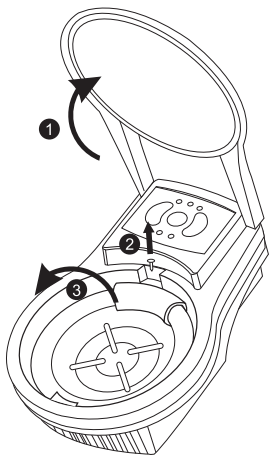

图2
2. 打开前盖 ❶，参见图2。
3. 待灯管冷却后（避免烫伤）。转松空气消毒机内紫外灯管的螺丝 ❷ 并取出旧灯管 ❸。